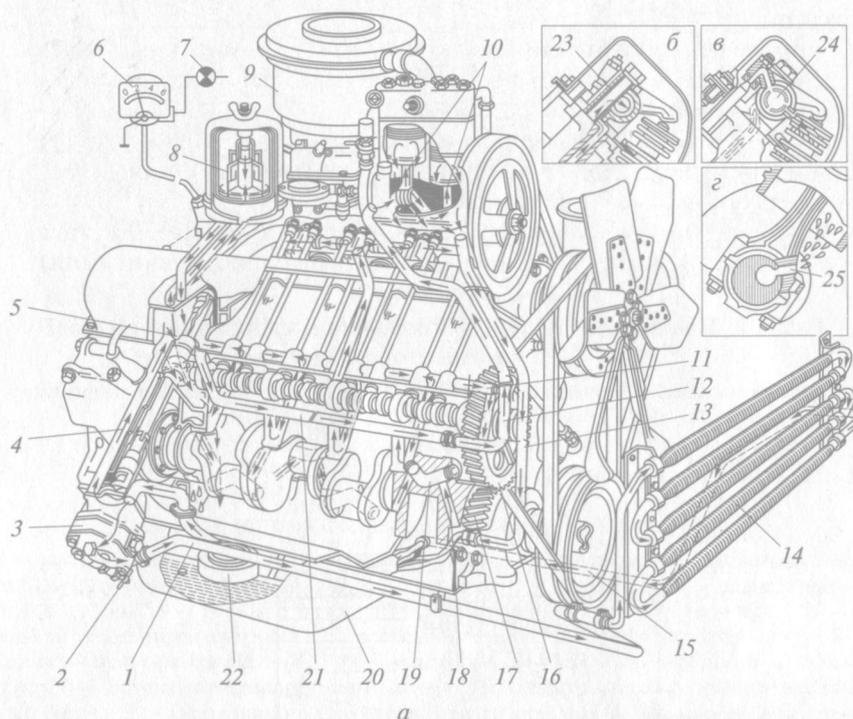

Рис. 1.10. Смазочная система двигателя ЗИЛ-130:
12. Изучить устройство и работу *смазочной системы двигателя ЗИЛ-130* (см. рис. 1.10).